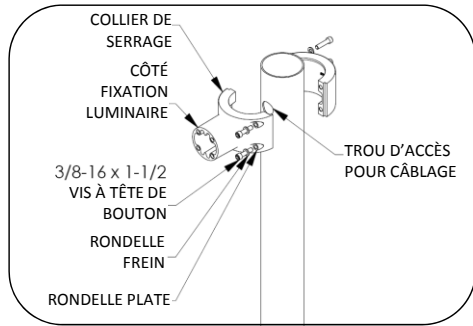

Fig. 3 – Installer le collier de serrage
4. Installer le collier de serrage sur le pied comme l'indique la Fig. 3.